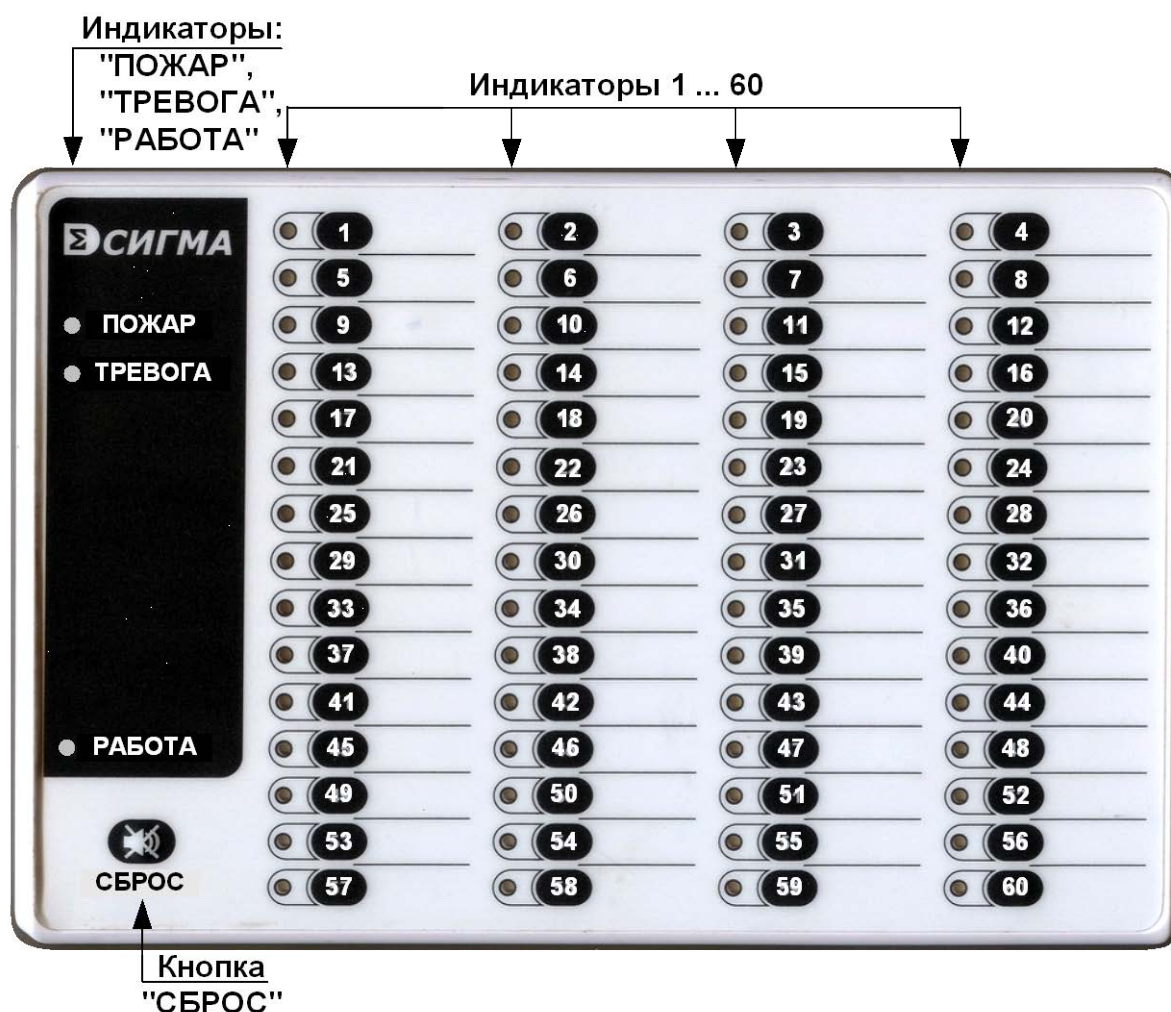
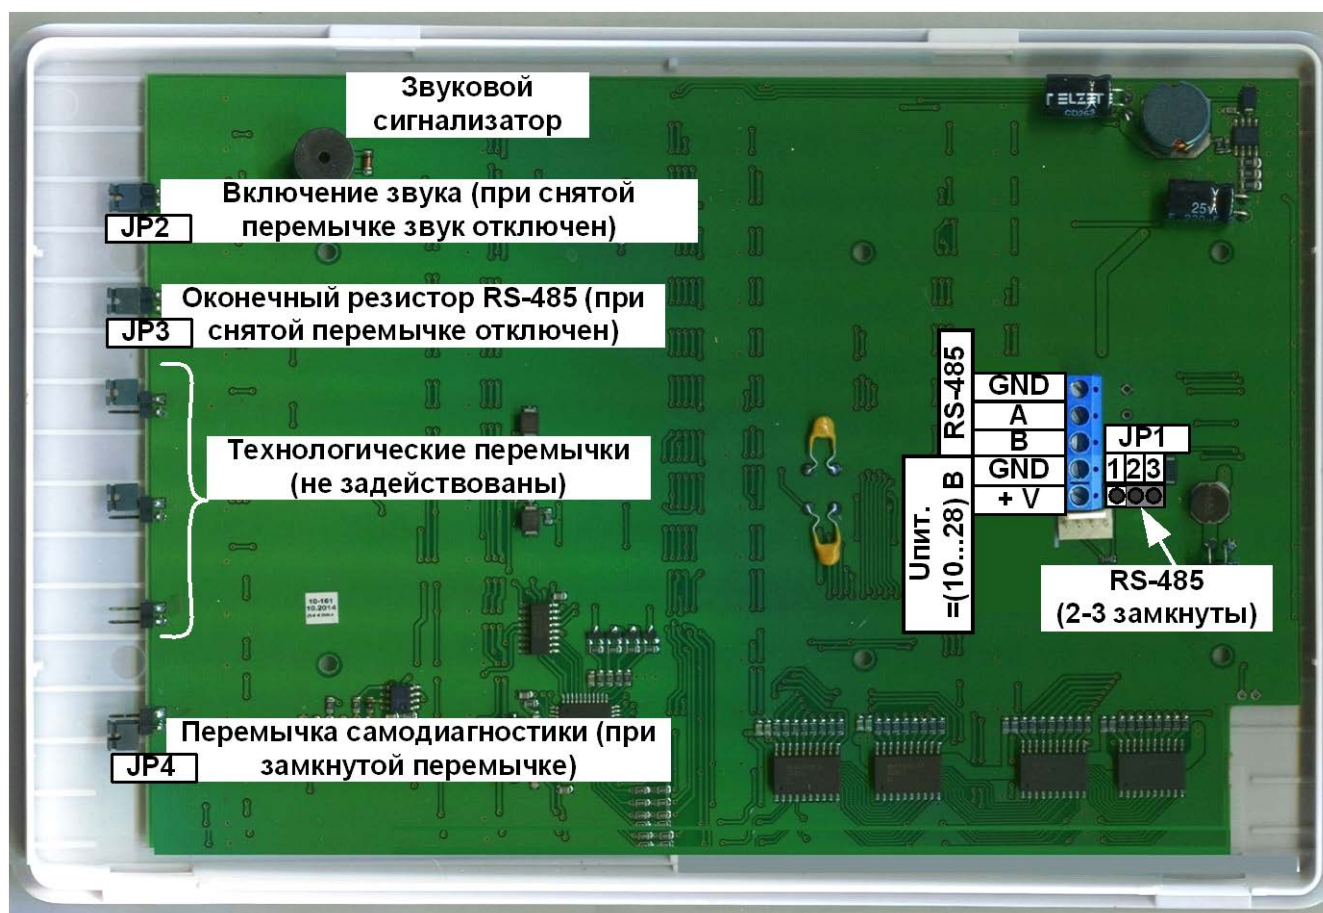

Рис. 1 Внешний вид БИС-Р
Рис. 3 Внешний вид платы БИС-Р. Подключение внешних цепей. Назначение перемычек.
4.1 Внешний вид БИС-Р показан на Рис. 1. БИС-Р содержит 60 индикаторов состояния объектов, групповые индикаторы «ПОЖАР», «ТРЕВОГА», индикатор «РАБОТА», кнопку «СБРОС». В БИС-Р имеется также встроенный звуковой сигнализатор (рис. 3).
5.2 Подключение БИС-Р к линиям связи с ППК и источнику питания осуществляется через клеммную колодку, установленную на плате (рис.3). На плате также имеются перемычки. Назначение клемм и перемычек приведено на рис.3. и в табл.3 и табл.4.